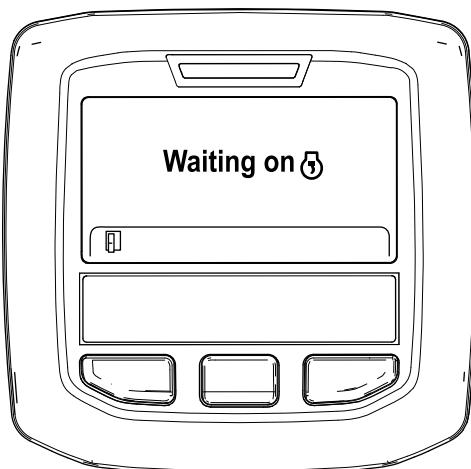

Рисунок 37
- B. «Waiting on » («Ожидание») (Рисунок 37).